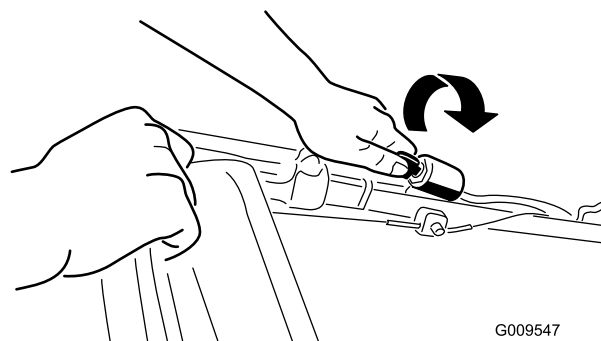
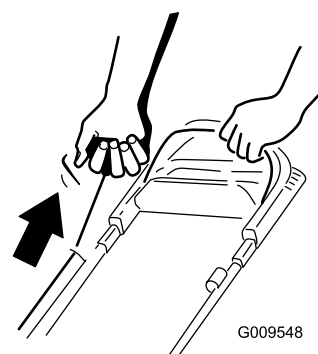

Figura 14
Figura 15
2. Girate la chiave di accensione (Figura 14) (solo modelli con avviamento elettrico) o tirate l'apriavviatore autoavvolgente (Figura 15).
Nota: Quando utilizzate l'apriavviatore autoavvolgente, tiratelo leggermente fino ad avvertire una certa resistenza, poi date uno strappo (Figura 15). Lasciate che il cordino si riavvolga nell'apriavviatore lentamente.